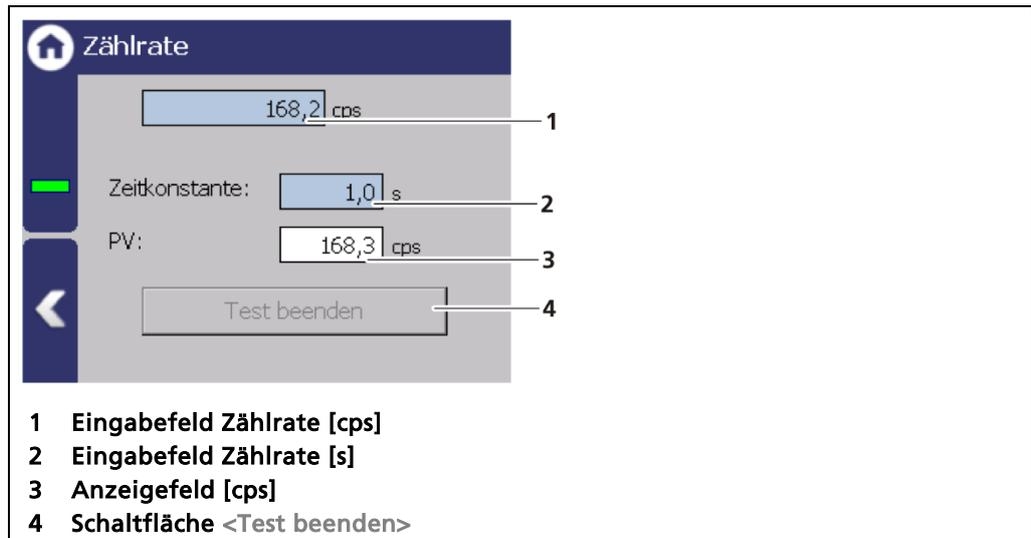

Abb. 129 Simulation Zählrate
1. Klicken Sie auf das Eingabefeld (Abb. 129, Pos.2) und geben Sie Zeitkonstante für die Simulation ein.
2. Klicken Sie auf das Eingabefeld (Abb. 129, Pos.1) und geben Sie Zählrate für die Simulation ein.
- ▶ Der Test wird durchgeführt und ein Systemereignis wird angezeigt. Im Anzeigefeld (Abb. 129, Pos.3) wird die eingegebene Zählrate angezeigt.
3. Klicken Sie auf die Schaltfläche <Test beenden> (Abb. 129, Pos.4) um die Simulation zu stoppen.